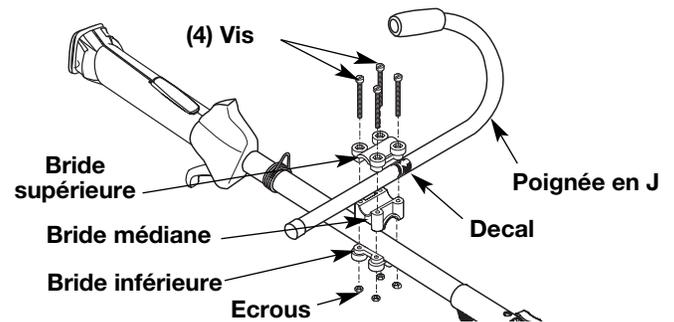

Fig. 6
- Glissez la poignée en J en un mouvement de va-et-vient jusqu'à ce que la flèche/ligne blanche de l'autocollant touche la bride (Fig. 6).